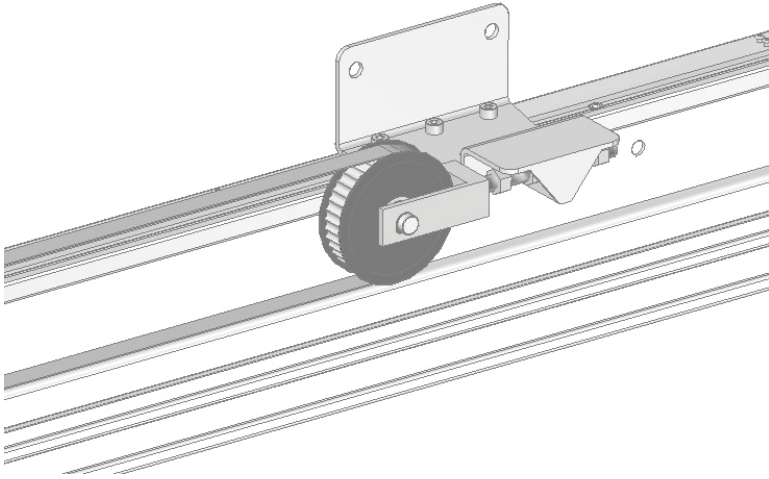

Abb. 11
- Nachdem Sie die korrekte Ausrichtung zwischen der Motorriemenscheibe und der Umlenkrolle überprüft haben, ziehen Sie den Riemen so an, dass er eine Spannkraft von ... N erreicht (Abb. 11).